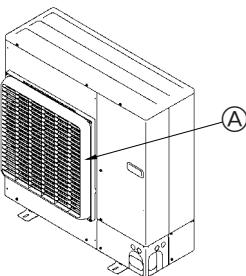

Fig. 2-4
- ② Instale uma guia de saída de ar opcional e guia de ar se a unidade estiver instalada num local sujeito a fortes ventos, que podem entrar directamente na saída de ar. (Fig. 2-4)